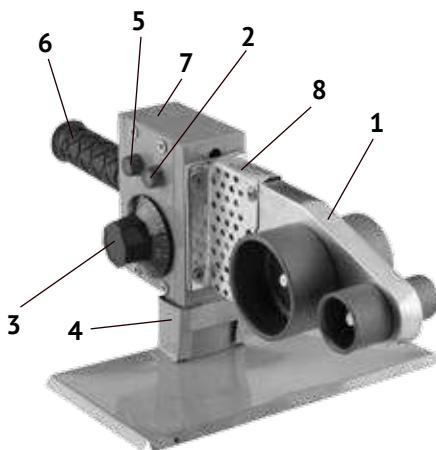

рис. 1
4.1 Общий вид сварочного аппарата представлен на рис. 1
4.2 Включение ТЭНа (при подключённом к сети аппарате) и установка температуры осуществляется ручкой термостата (рис.1 поз.3). Термостат поддерживает (в интервале от 50 до 300 °C) выставленную температуру в автоматическом режиме. Индикатор (рис.1 поз.2) загорается при подключении аппарата к сети питания. Индикатор (рис.1 поз.5) при включении термостата и установки выбранной температуры сварки. Радиатор (рис.1 поз.8) отводит тепло от нагретого ТЭНа, понижая температуру корпуса (рис.1 поз.7).
6.1 Из кейса извлеките подставку (рис.1 поз.4). Установите её на ровной и надёжной поверхности рабочего стола (верстака).
6.3 С обеих сторон нагревательного элемента (рис.1 поз.1) установите и через отверстия закрепите парные насадки, необходимые для предстоящей работы. Насадки должны быть чистыми.
7.1 Включите сварочный аппарат в сеть. Включите ручкой (рис.1 поз.3) термостат и установите необходимую (для конкретного материала) температуру сварки.
7.2. Для достижения рабочей температуры нагревательного элемента (рис.1 поз.1) и установленных насадок потребуется некоторое время. 7.3 Сначала установите фитинг, а затем, с минимальным разрывом по времени, установите конец трубы в соответствующие насадки. Плавно, без вращения, проталкивайте фитинг и трубу в насадку на глубину сварки, (см.табл.1).
Корректировку температуры производите регулятором температуры нагрева ручкой термостата (рис.1 поз.3).